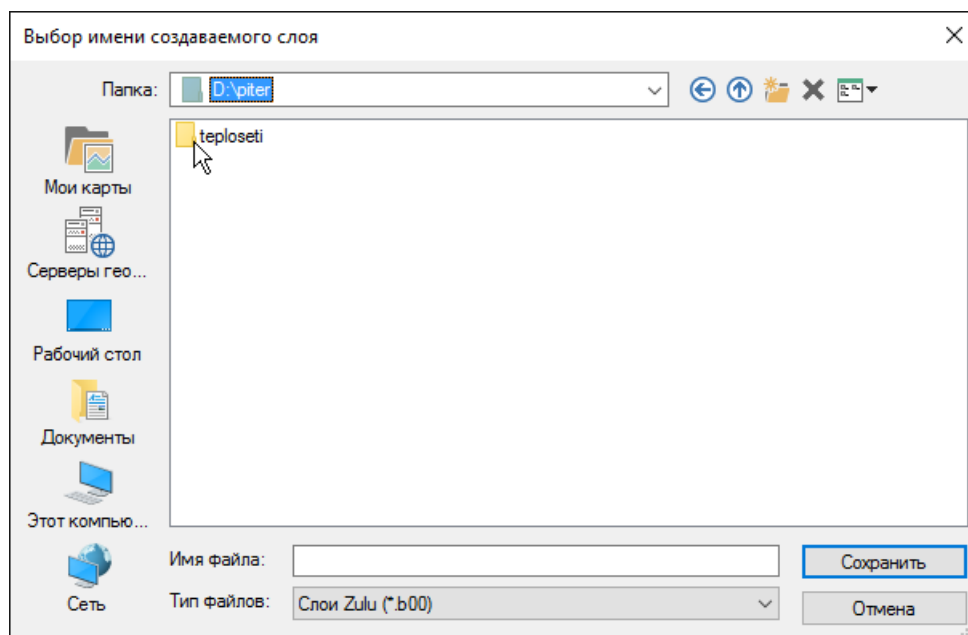

Рисунок 3.7. Диалог сохранения слоя
3. В окне сохранения файла (Рисунок 3.7, «Диалог сохранения слоя») выбрать диск и каталог, где будут храниться файлы моделируемой тепловой сети. Слой сети следует создавать в отдельной папке.